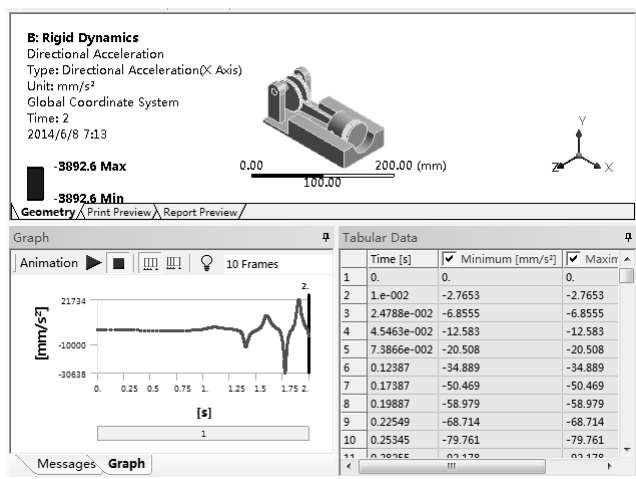

图 10-58 加速度结果图和数据表
4) 加速度结果。在【Outline (分析树)】中选择【Solution (B6)】节点，单击其下的【Directional Acceleration】项 ，在图形窗口显示加速度结果，如图 10-58 所示。